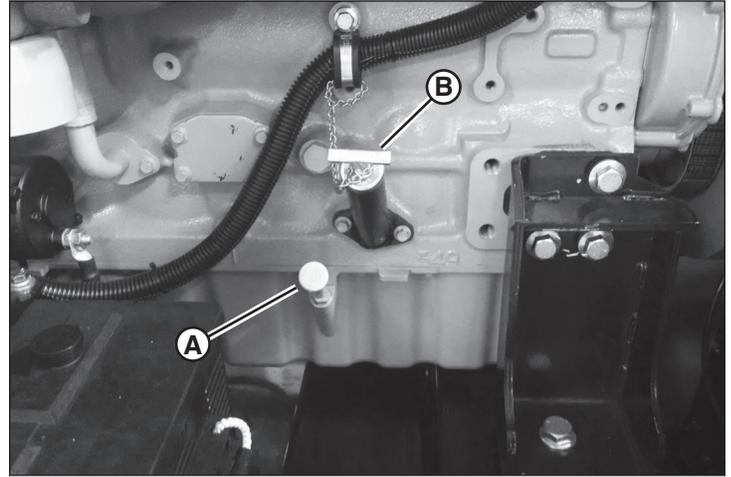

Figure 25
1. Enlever la jauge d'huile (A, Figure 25) du moteur. Le niveau d'huile devrait être entre les repères Plein (FULL) et Ajouter (ADD) sur la jauge.
2. Ajouter de l'huile si nécessaire en utilisant l'orifice de remplissage d'huile moteur (B, Figure 25). Voir Recommandations pour l'huile. Ne pas trop remplir.
4. Ajouter de l'huile si nécessaire en utilisant l'orifice de remplissage d'huile moteur (B, Figure 25). Voir Recommandations pour l'huile. Voir Spécifications pour la capacité d'huile moteur.